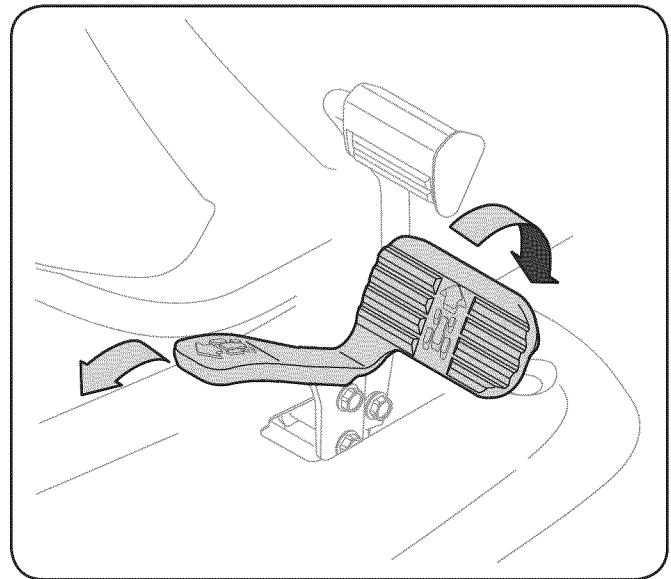

Figura 5-2
2. Para conducir hacia adelante, presione suavemente la parte superior del pedal de transmisión hacia adelante hasta que se alcance la velocidad deseada. Vea la Figura 5-2. Para conducir MARCHA ATRÁS, verifique que el área detrás esté despejada. Luego presione lentamente la porción inferior del pedal de transmisión con la parte anterior de la planta del pie (NO con el talón) hasta que se alcance la velocidad deseada. Vea la Fig. 5-2.